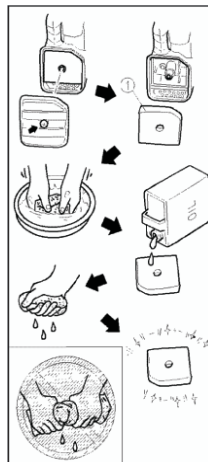

Рис.23
1. Вытащите фильтрующий элемент (1) и промойте его огнестойким растворителем (с высоким показателем температуры возгорания), выжмите его и просушите (рис. 23).